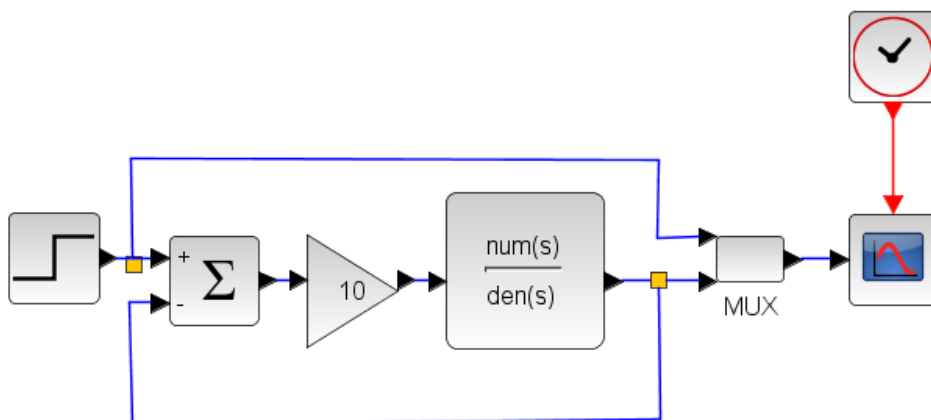

FIGURE 6 – Boucle fermée + correcteur proportionnel
- Insérer un gain entre la sortie du comparateur et l'entrée du système. Le nouveau schéma XCOS doit ressembler à celui de la FIGURE 6.